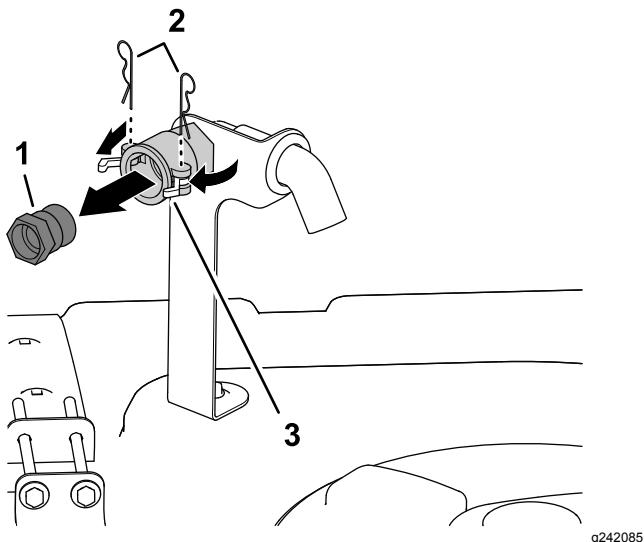

图 3
1. 在药缸盖的右前侧卸下用于固定防虹吸加水口插口快速断开耦合器闩锁的 2 个发卡销 图 3。
2. 旋开闩锁从快速断开耦合器解除快速断开接头的锁定 图 3。
3. 从快速断开耦合器取下快速断开接头 图 3。
4. 关闭闩锁将发卡销装入快速断开耦合器的法兰 图 3。